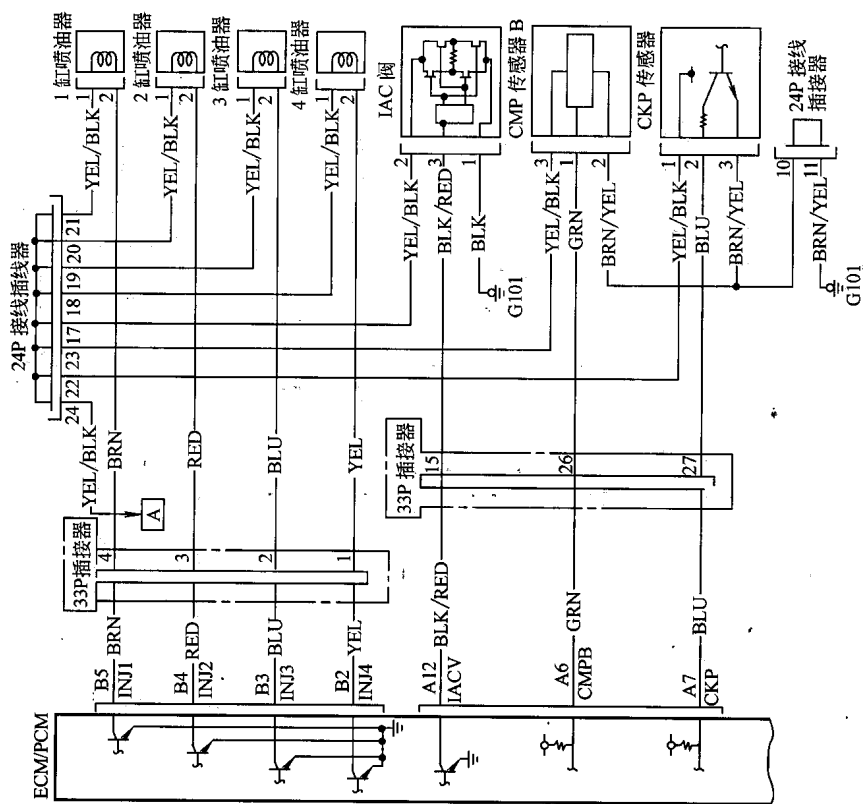
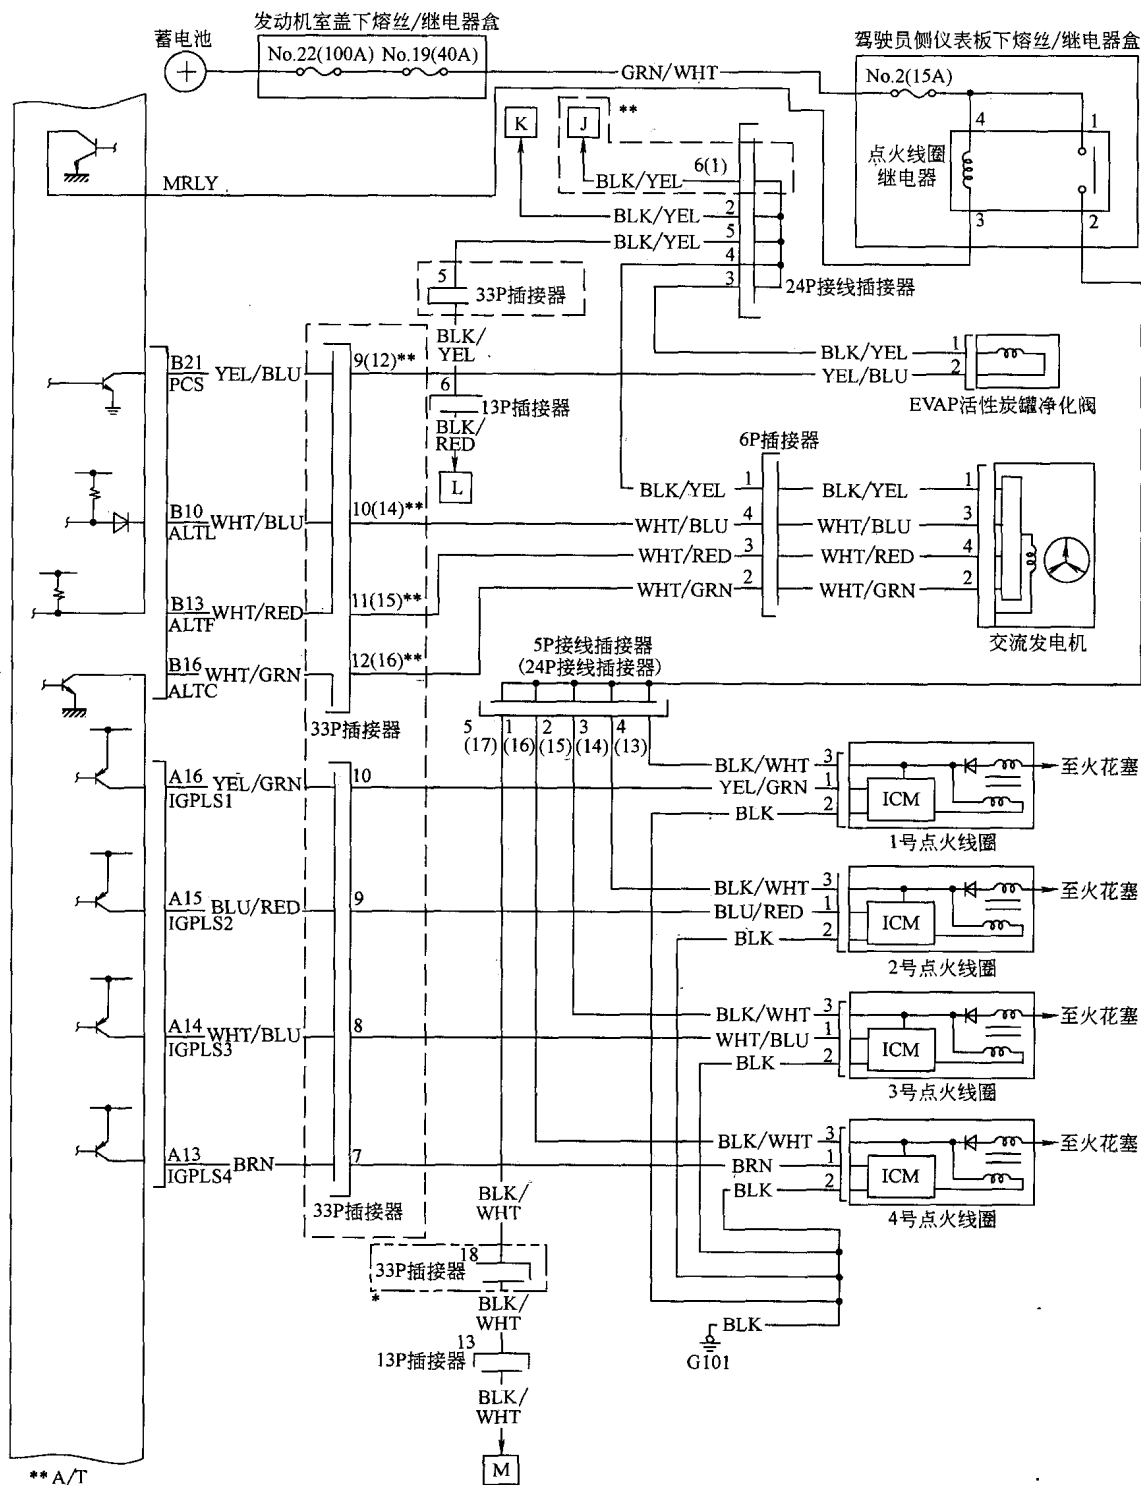

图 1-1-7 2003 年款车型发动机电路图 (一)
图 1-1-12 2003 年款车型发动机电路图 (六)
(3) 2003 款车型发动机电路见图 1-1-7 ~ 图 1-1-12。